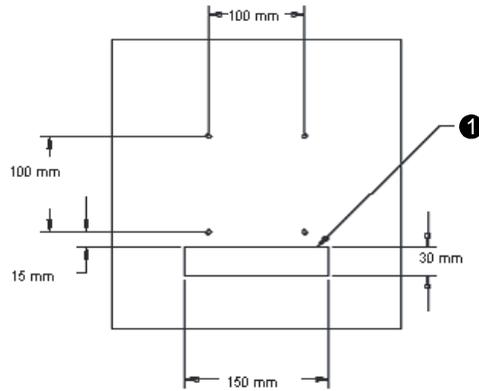

Figura 2-2: Plantilla de montaje posterior (no a escala).
- 3 Monte el monitor en la pared conforme a la plantilla que aparece en la *Figura 2-2*. Pase los cables a través de la abertura de acceso correspondiente (*Figura 2-2*, elemento ❶).